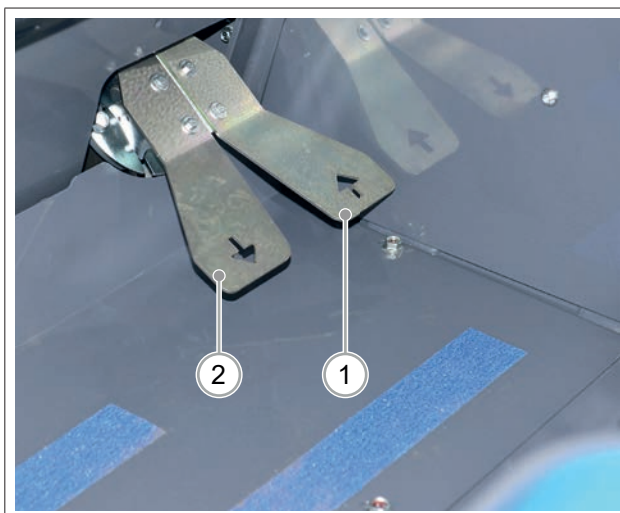

РИС. 28
- 4) Нажмите педаль желаемого направления движения **“Вперед”** (РИС. 28 - Сс. 1) или **“Назад”** (РИС. 28 - Сс. 2).
- При нажатии на правую педаль (РИС. 28 - Сс. 1) машина начинает движение вперед. При отпускании педаль возвращается в нейтральное положение, и машина перестает двигаться.
- При нажатии на левую педаль (РИС. 28 - Сс. 2) машина начинает движение назад. При отпускании педаль возвращается в нейтральное положение, и машина перестает двигаться.